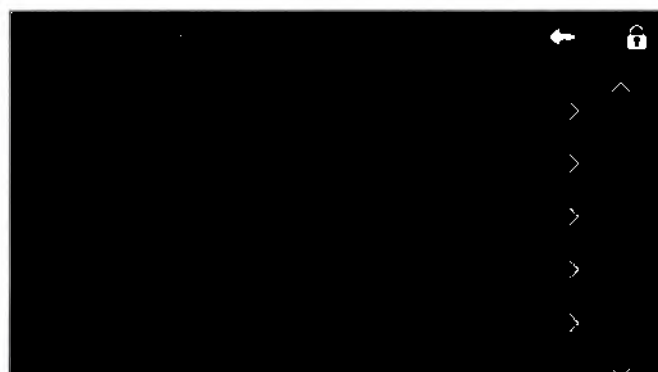

Рис. 3.78 – Пункт меню настроек «Обновление ПО»
3.10.4 Выберите пункт меню настроек «Обновление ПО» (рис. 3.78) и введите код «2014».